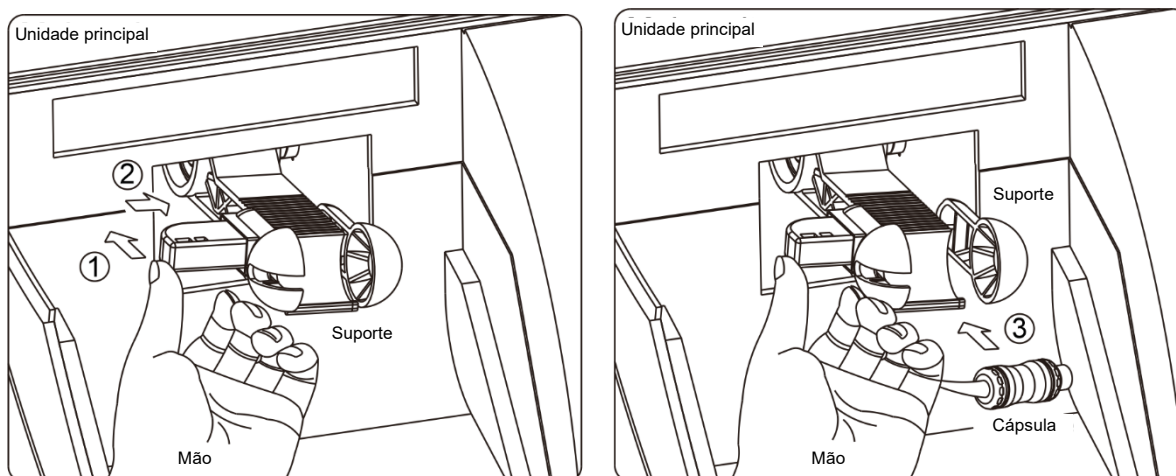

Fig. 3
- 4) Abra a proteção transparente e fixe a cápsula no suporte da misturadora. Depois, feche a tampa, como mostrado na Fig. 3.